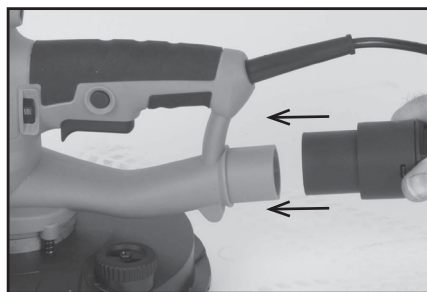

Fig. 3
- Tryck fast dammutsugningsslangen på dammutsugningsporten som är belägen på maskinen. **(Fig. 3)**